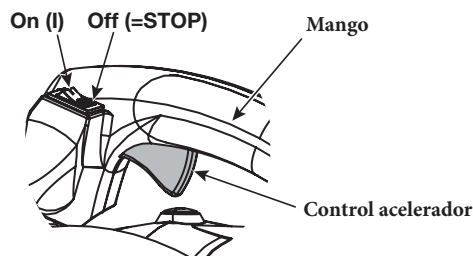

Fig. 5
- Nota: No es necesario encender la unidad. El interruptor de encendido / apagado está en la posición de encendido (I) en todo momento (Fig. 5).
2. Mantenga presionado el interruptor de encendido / apagado en la posición de apagado (STOP) hasta que el motor se detenga por completo (Fig. 5).